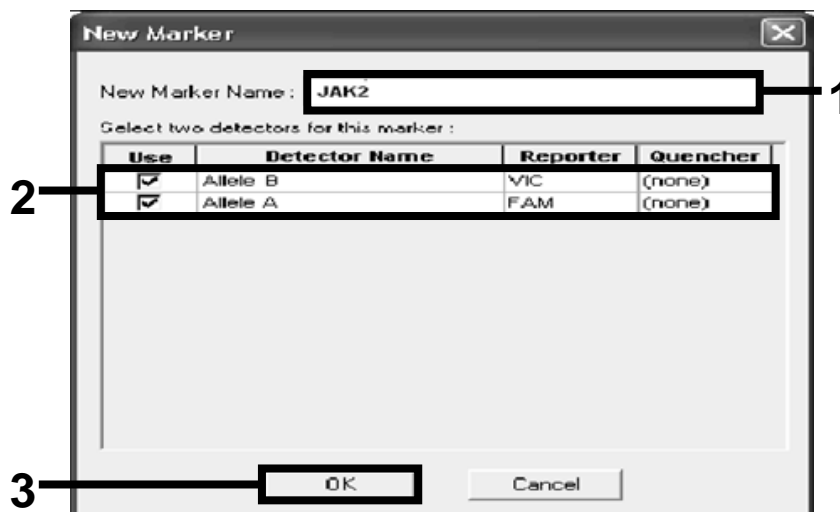

Abbildung 16. Anlegen der Marker.
19. Tippen Sie im "New Marker"-Dialogfenster im Feld "New Marker Name" die Bezeichnung *JAK2* ein (siehe Abb. 16). Wählen Sie die Detektoren „Allel A“ und „Allel B“ (in den Schritten 16 und 17 angelegt, oder zuvor bereits definiert) und klicken Sie auf "OK" (siehe Abb. 16).